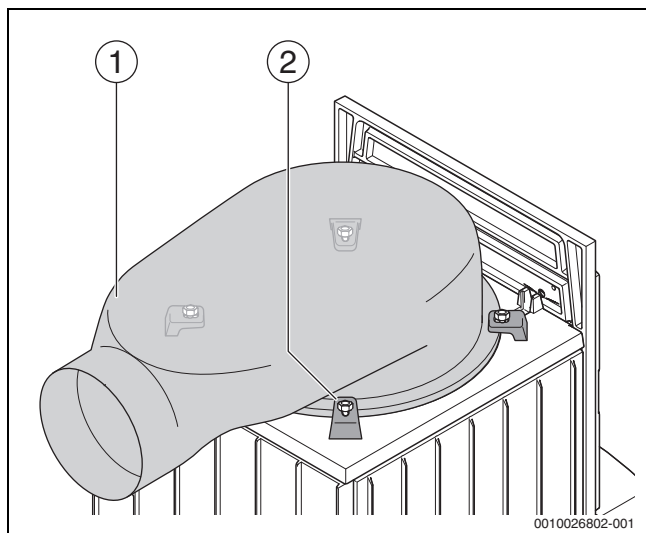
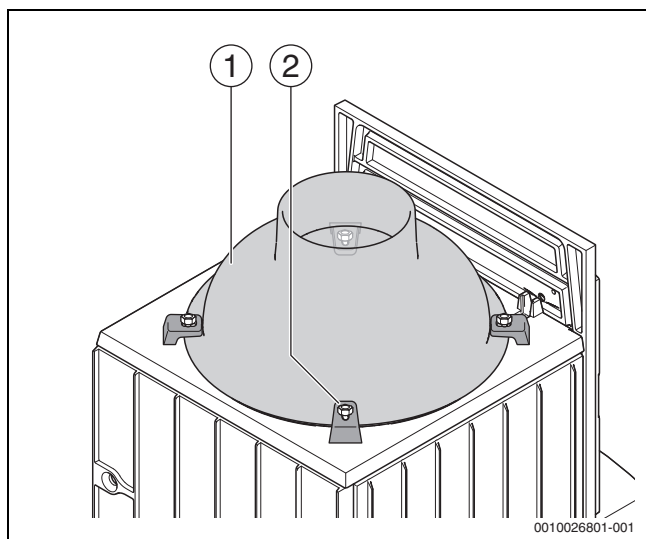

Bild 8 Kuppel waagrecht (Beispielbild)
Bild 9 Kuppel senkrecht (Beispielbild)
- Muttern der 4 Befestigungspratzen [2] lösen, bis der Rand der Kuppel [1] unter die Befestigungspratzen geschoben werden kann (→ Bild 8 und Bild 9).